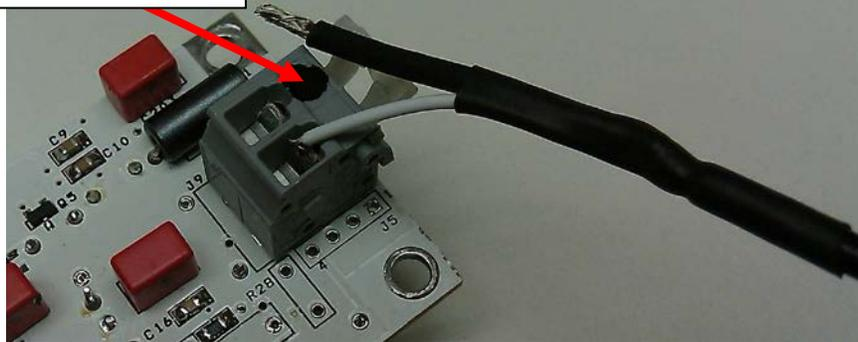

Figure 1 : Branchement des fils de la sonde
- g) Sur la carte de circuits, abaisser les pinces des bornes et insérer les fils neufs en veillant à installer le fil noir dans la borne portant la marque noire. (Figure 1)